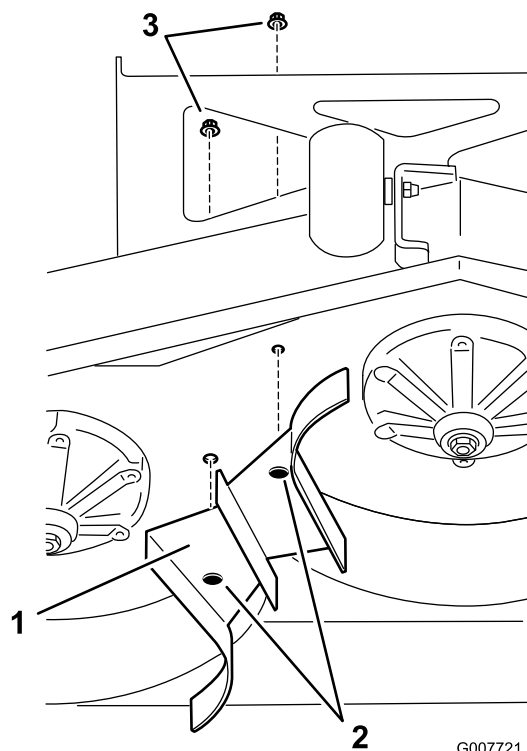

Figure 24
- Retirez les 2 boulons de carrossier qui fixent le déflecteur de mulching central au plateau de coupe (Figure 24).